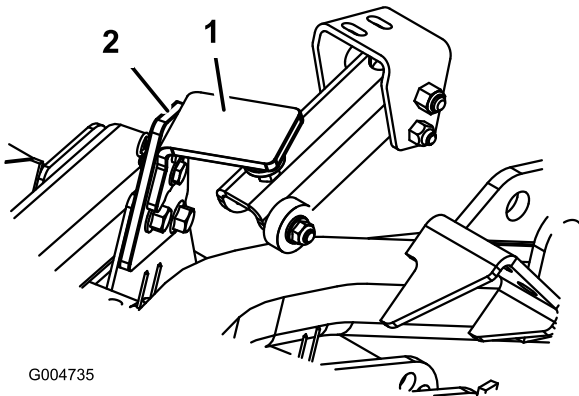

Figura 75
2. Retire el pasador de horquilla y el pasador que fijan el cierre de transporte de la plataforma a la placa del cierre (Figura 75). Gire el cierre hacia la parte trasera de la plataforma.